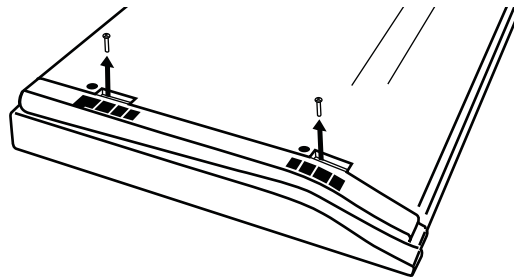

Abb. 2-3 Schrauben auf der Unterseite entfernen
1. Entfernen Sie beim MC Mix-Gerät mit einem Kreuzschlitzschraubenzieher (Größe 2) die beiden silbernen Schrauben (Abb. 2-3).